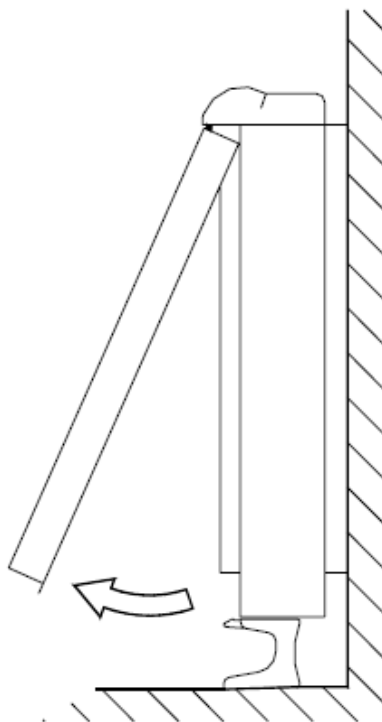

Рис. 2
3. Снимите переднюю панель, выкрутив два винта в нижней части нагревателя (рис.2)